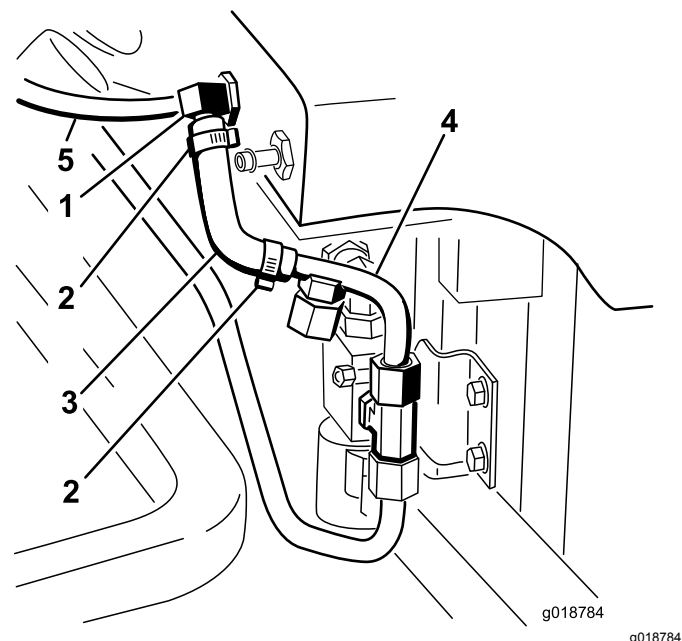

Figura 32
11. Deslice las 2 abrazaderas pequeñas sobre la manguera hidráulica pequeña moldeada (Figura 32).
12. Conecte el extremo largo de la manguera moldeada al acoplamiento en T de 90 grados del depósito hidráulico (Figura 32).
13. Conecte el extremo corto de la manguera moldeada al extremo con espiga del tubo hidráulico N° 4 (Figura 32).
15. Instale provisionalmente el tubo hidráulico (manguera) N° 5 en el acoplamiento en T pequeño de 90 grados (Figura 32).